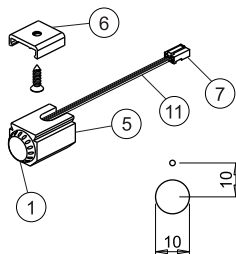

Fig 4
- Nella versione provvista di supporto sporgente orizzontale (fig.4) fissare il gancio (6) al piano d'appoggio, far passare il cavo del sensore (11) attraverso il foro Ø 10, fissare il supporto (5) al gancio (6).
- In the version with a projecting horizontal support (fig.4) fasten the hook (6) to the support surface, pass the sensor cable (11) through the hole Ø 10, fasten the support (5) to the hook (6).
- In der Ausführung mit vorstehender, horizontaler Halterung (Abb.4) die Befestigungsplatte (6) an der Auflagefläche befestigen, das Sensorkabel (11) durch eine Bohrung mit Ø 10 mm ziehen und den Aufbauring (5) an der Befestigungsplatte (6) befestigen.
- Pour la version dotée de support horizontal en saillie (fig.4), fixer le crochet (6) au plan d'appui, faire passer le câble du capteur (11) à travers le trou Ø 10, puis fixer le support (5) au crochet (6).
- En la versión dotada de soporte de superficie horizontal (fig.4), fije el gancho (6) a la superficie de apoyo, pase el cable del sensor (11) a través del orificio de Ø 10 y fije el soporte (5) al gancho (6).